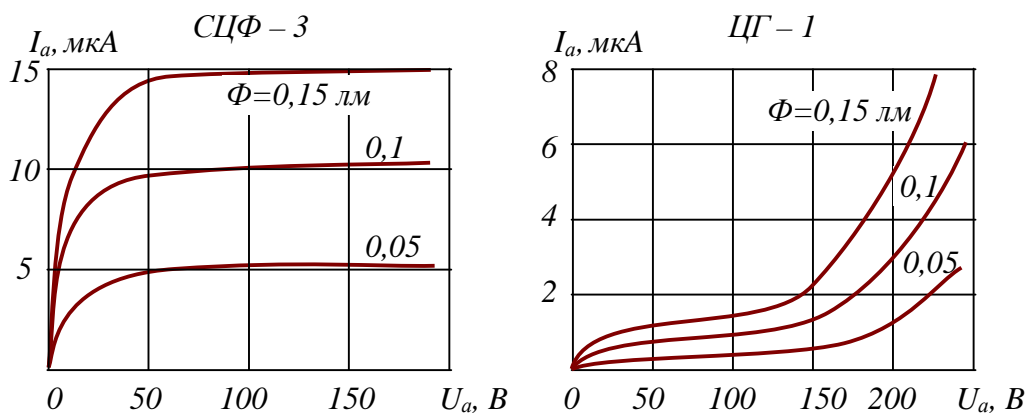

Рис. 10.10
**10.47.** Користуючись вольт-амперними характеристиками фотоеlementів (рис. 10.10), побудувати світлові характеристики  $I = f(\Phi)$  при напрузі живлення 180 В.